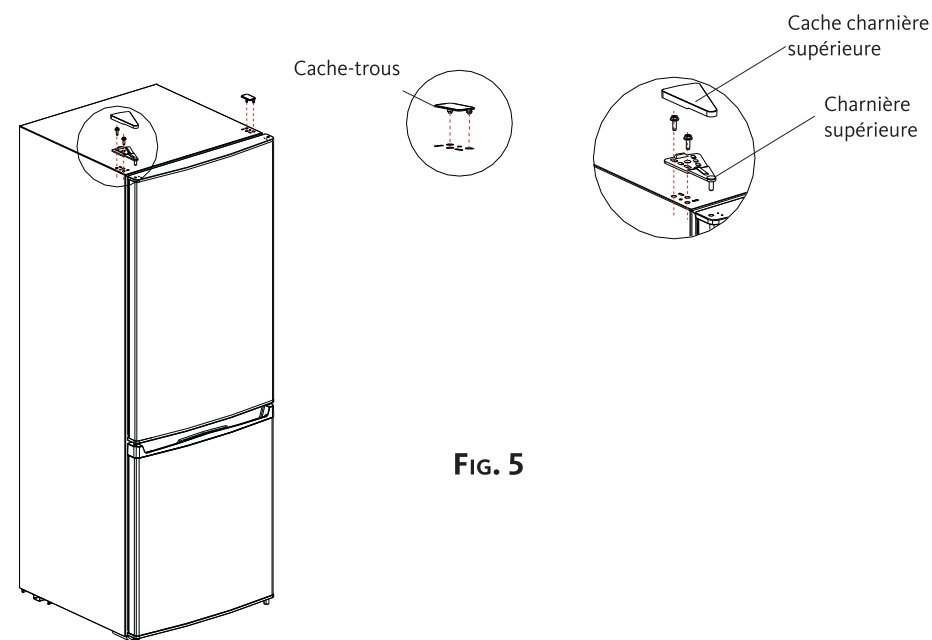

FIG. 5
6. Remplacez la porte du compartiment réfrigérateur sur la charnière intermédiaire en la plaquant contre l'appareil. Veillez à bien aligner la porte par rapport à l'appareil. Remplacez la charnière supérieure, le cache de la charnière supérieure puis, remplacez le cache-trous de l'autre côté (voir figure 5).